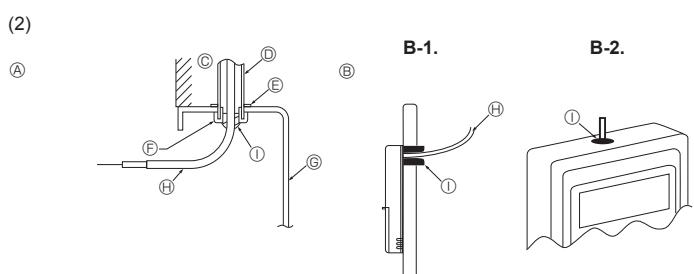

Fig. 6-3
(2) Täta serviceöppningen på fjärrkontrollsadden med fyllningsmassa för att förhindra att dagg, vatten, kackerlackor eller maskar eventuellt tränger in. (Fig. 6-3)